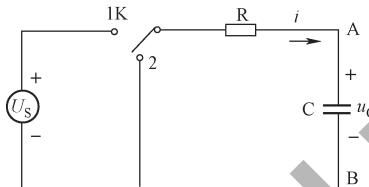
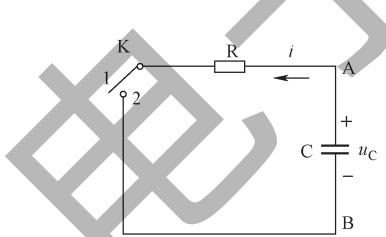
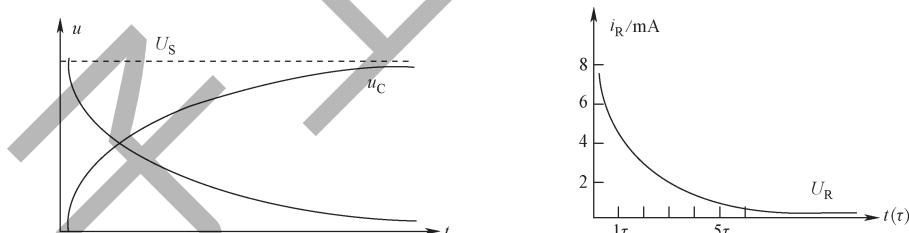

图 8-10 RC 充电电路
图 8-11 RC 放电电路
图 8-13 RC 充电过程电压与电流变化规律曲线
RC 电路的充电电路如图 8-10 所示。
RC 电路的放电过程是在充电结束后进行的，RC 放电电路如图 8-11 所示。开关 K 由图 8-10 中的 1 扳到 2 后，电容与电阻就构成了一个闭合的回路；由于电容已经充满电荷（即储存的能量），则电容将通过电阻释放电荷，直到电荷全部释放完毕，这一过程就是电容的放电过程。
- (1) 按图 8-10 连接电路；并且选取 $R=10k\Omega$, $C=100\mu F$ ，调节直流稳压源 U_S 输出 8V。
- (2) 将示波器 X 轴的时标旋钮调至 0.2s/DIV 并能看到示波器上的光点扫描；将输入耦合开关置于“DC”；将 A、B 接入 Y1 或 Y2 通道，Y 轴灵敏度旋钮调至 2V/DIV。
- (3) 接通开关“1”，能够观察到电源向电容 C 充电的波形。
- (4) 将观察到的 RC 充电过程中电压与电流变化规律曲线描绘出来，如图 8-13 所示。